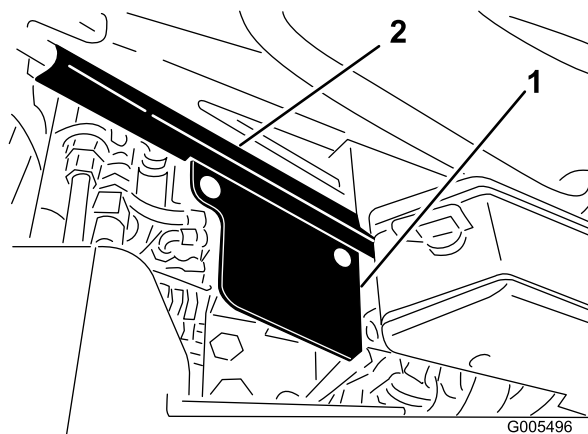

Figura 8
7. Monte o resguardo da válvula do lado direito da base do banco com 2 parafusos de carroçaria (5/16 x 5/8 pol.) e porcas. Coloque o resguardo como indicado em (Figura 8).